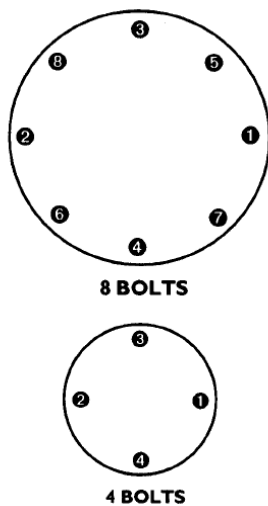

图 7 - 螺栓锁紧顺序
6. 根据图 7 以十字交叉的方式及每次 25% 的增量。例如，如果需要的扭矩是 100 ft-lb，每一次增量为 25 ft-lb，以 25 ft-lb 锁紧，然后是 50 ft-lb，75 ft-lb，100 ft-lb。